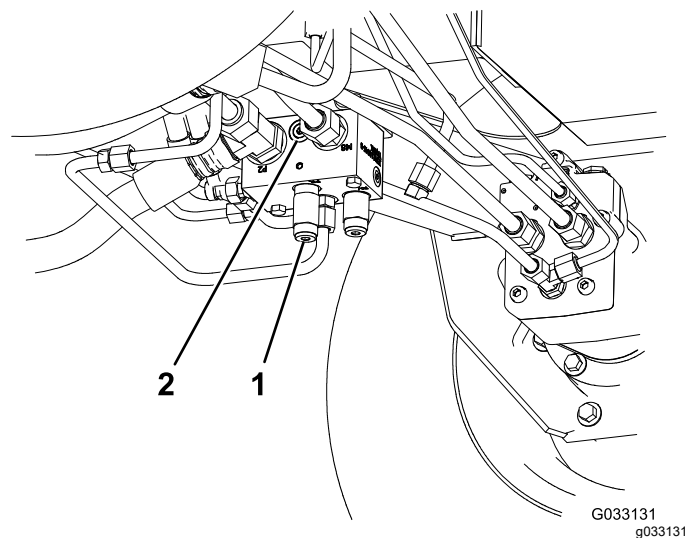

Рисунок 39
1. Установите диагностический штуцер в немаркированное отверстие, расположенное между отверстиями M8 и P2 в заднем тяговом коллекторе (Рисунок 39).